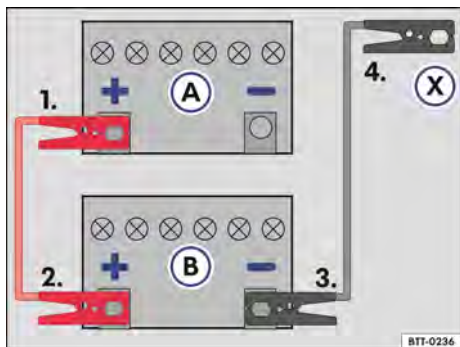

Fig. 198 Esquema para a conexão dos cabos auxiliares de partida: bateria do veículo descarregada (A) e bateria do veículo fornecedora de corrente (B).
Legenda para → Fig. 198:
- Conectar uma extremidade do cabo auxiliar de partida *vermelho* ao polo positivo → Fig. 198 (+) do veículo com a bateria do veículo descarregada (A) → ⚠.
- Conectar a outra extremidade do cabo auxiliar de partida *vermelho* ao polo positivo (+) da bateria do veículo fornecedora de corrente (B).
- Conectar uma extremidade do cabo auxiliar de partida *preto* ao polo negativo (-) da bateria do veículo fornecedora de corrente (B).
- Conectar a outra extremidade do cabo auxiliar de partida *preto* (X) no veículo com a bateria do veículo descarregada em uma peça maciça de metal aparafusada firmemente ao bloco do motor ou no próprio bloco do motor - porém não nas proximidades da bateria (A) → ⚠.